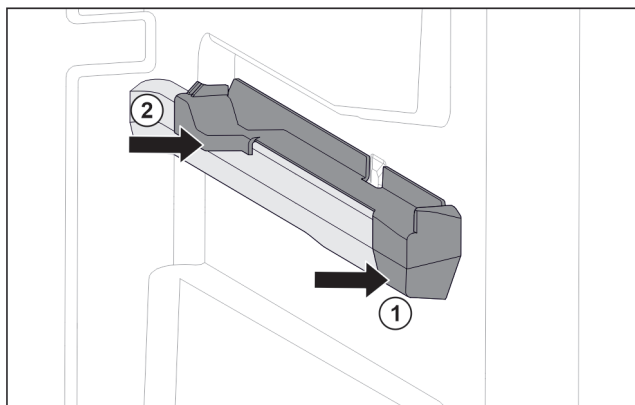

Fig. 150 Natični nastavek na desnemu nastavku za posodo
- ▶ Natični nastavek spredaj namestite na nastavek za posodo. Fig. 150 (1)
- ▶ Pritisnite natični nastavek zadaj. Fig. 150 (2)